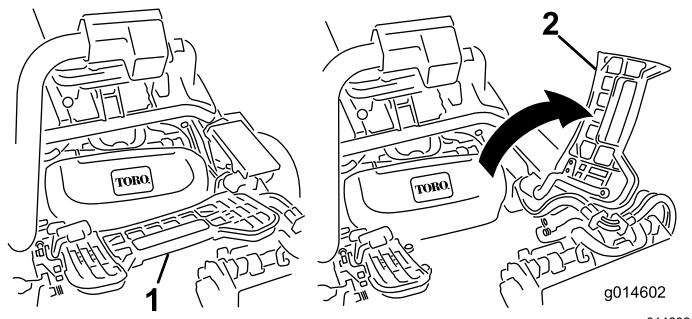

Bild 51
2. Heben Sie die Fußplattform an und schwenken Sie sie in die geöffnete Stellung, um die Stellung des mittleren Mähwerks zugänglich zu machen (Bild 51).